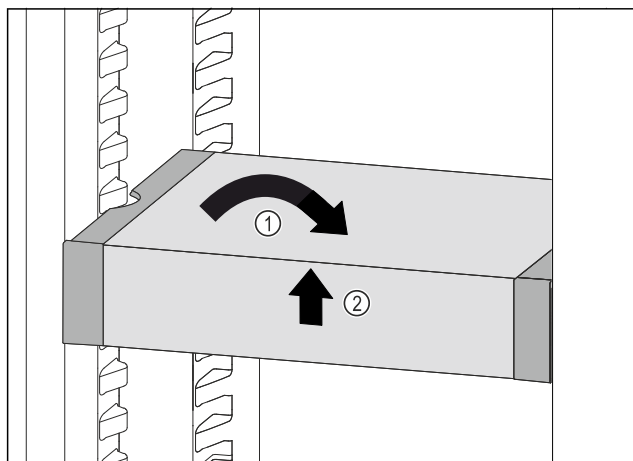

Fig. 124
- ▶ Plasser VarioSafe rett. Fig. 124 (1)
- ▶ Løft VarioSafe opp i forkant. Fig. 124 (2)